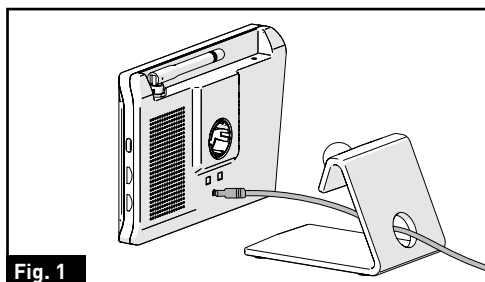

Fig. 6
- Faites passer le câble d'alimentation de la caméra (fourni) dans le trou à l'arrière du support de table et insérez-le dans le port d'alimentation du moniteur. (Fig. 6)